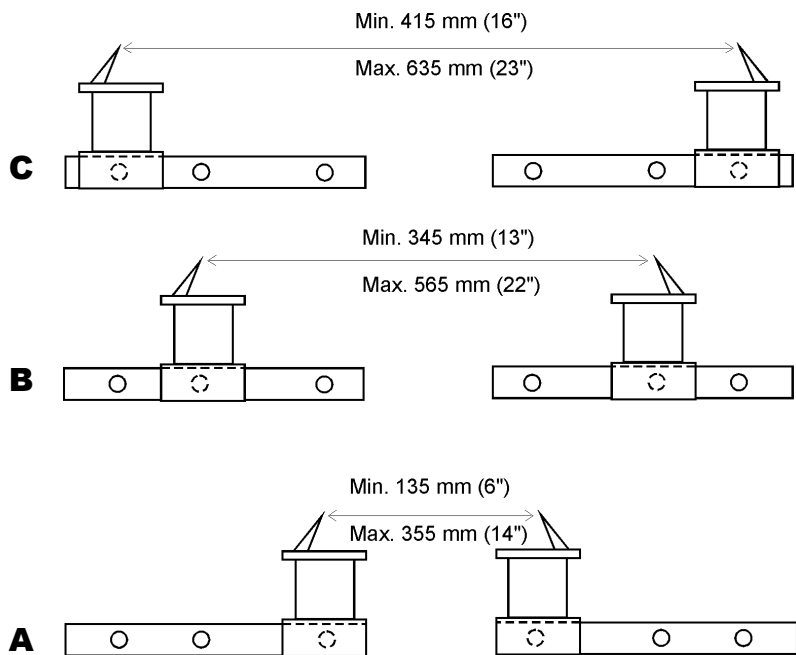

Fig. 8 - Abb. 8
- Choisir la position des mors la plus indiquée à la mesure de la jante à bloquer parmi les trois proposées ci-dessous (fig. 8)